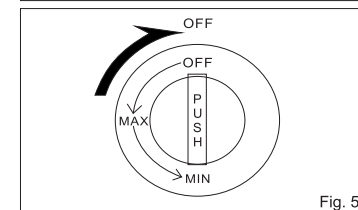

Fig. 5
- După ce ați terminat, rotiți butonul de aprindere înapoi în poziție OFF (oprit) și asigurați-vă că arzătorul este stins (fig.5)